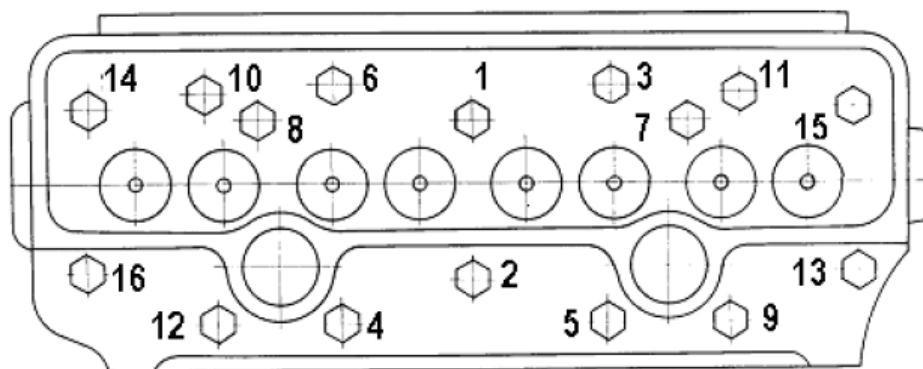

Рисунок 5.32. Схема последовательности затяжки болтов крепления головки цилиндров
- ▶ Динамометрическим ключом проверить затяжку всех болтов крепления головки цилиндров в последовательности, указанной на рис. 5.32 (момент затяжки 200 ± 10 Н·м).